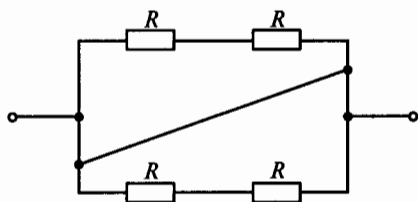

Рис. 24
**1.38.** На рис. 24 все резисторы имеют одинаковое сопротивление  $R$ . Чему равно эквивалентное сопротивление этой цепи?